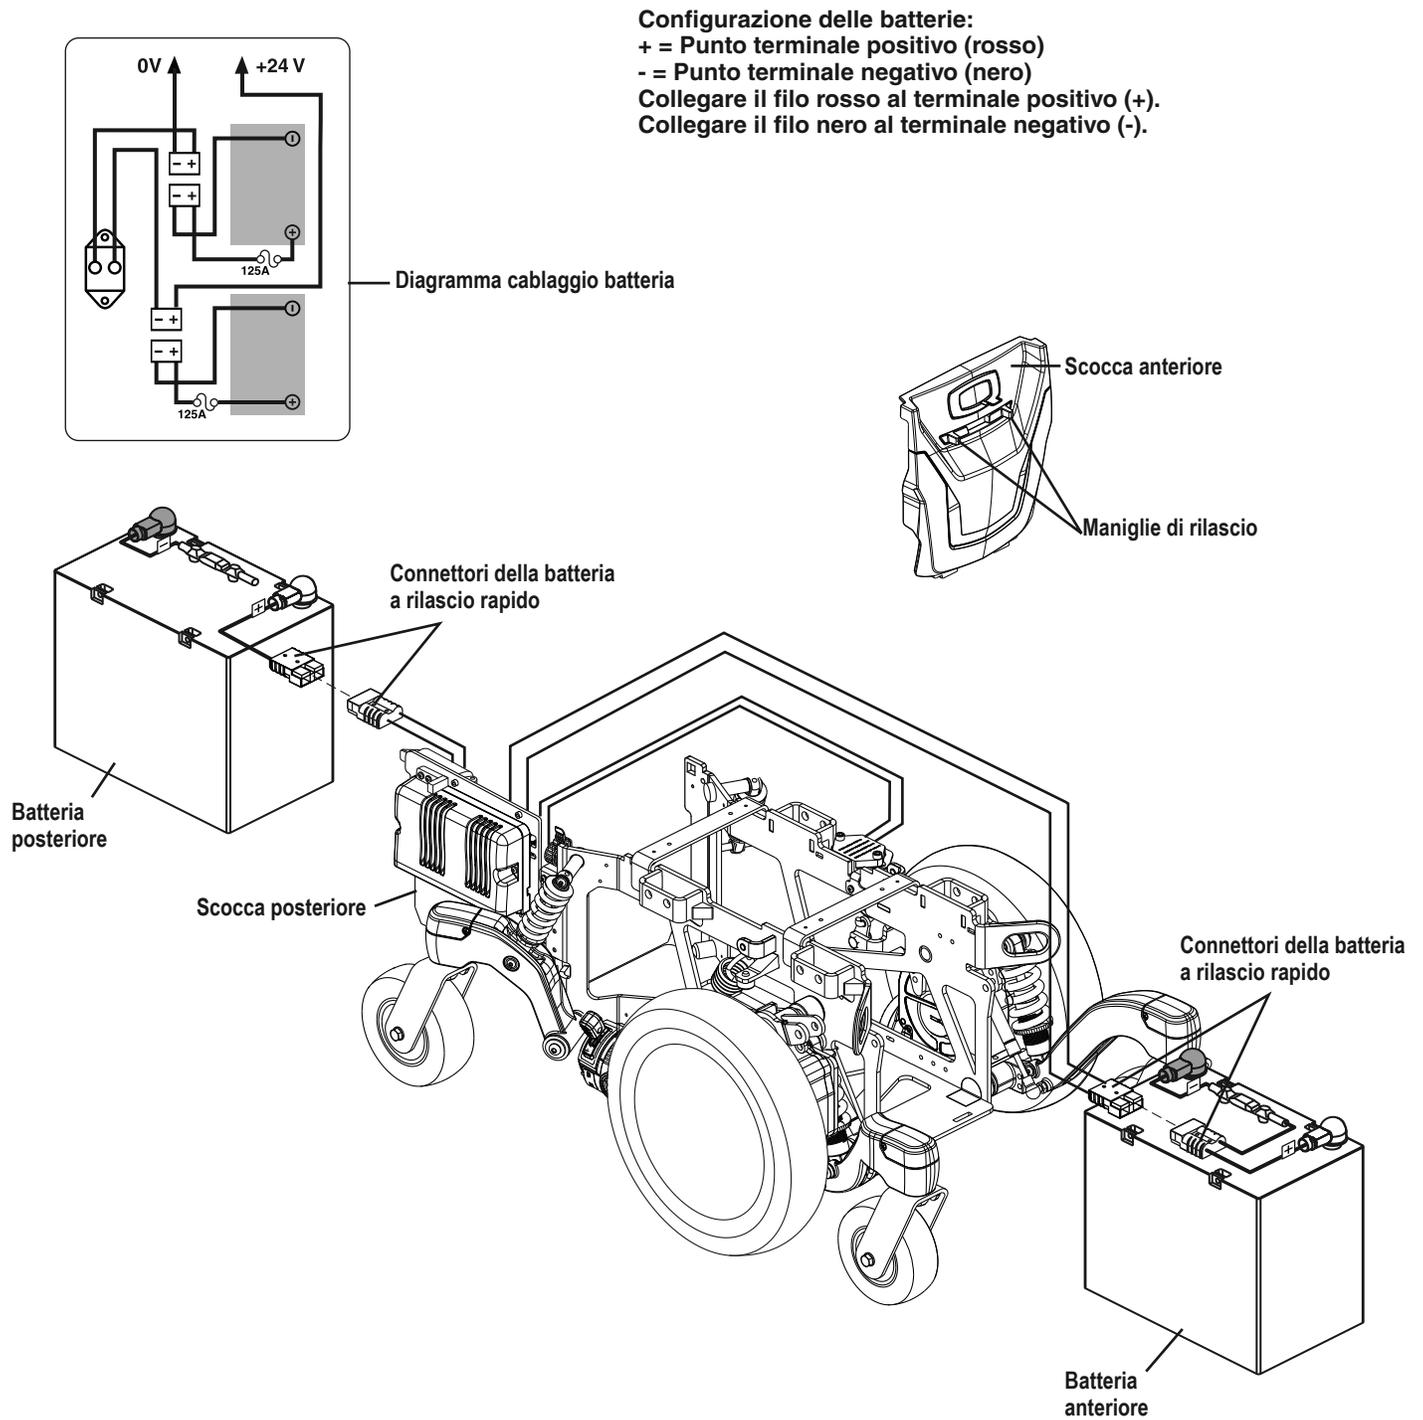

Figura 14. Installazione della batteria
3. Rimuovere il coperchio anteriore premendo le maniglie di rilascio (**vedere figura 14**) e sollevandolo dalla base del motore.
4. Rimuovere il coperchio posteriore ruotando le due (2) clip gialle verso le ruote motrici. Sollevare il coperchio posteriore e allontanarlo dalla base di alimentazione.
6. Scollegare i connettori della batteria a rilascio rapido. **Vedere figura 14.**
9. Collegare il gruppo batteria anteriore alla nuova batteria seguendo il diagramma di cablaggio corrispondente. **Vedere figura 14.**
10. Collegare il gruppo batteria posteriore alla nuova batteria seguendo il diagramma di cablaggio corrispondente. **Vedere figura 14.**